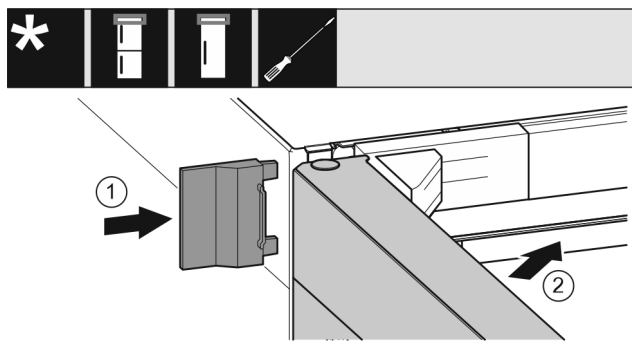

Fig. 65
- ▶ Wsunąć zewnętrzną osłonę Fig. 65 (1).
- ▶ Zamknąć górne drzwi Fig. 65 (2).